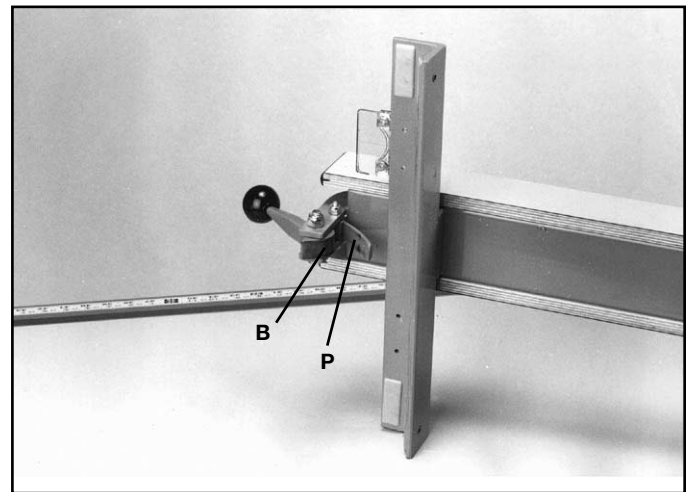

FIG. 32
10. Lubrifier mensuellement la poignée de verrouillage (B) et le pied à came (P), fig. 32, pour prévenir l'usure.